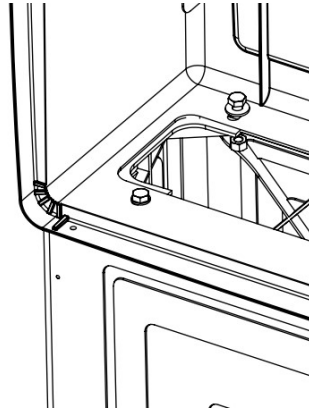

Рис. 2 – Кріплення шафи до стійки монтажної (основи шафи)
- c) Поставте шафу пластикову SX600+ на стійку монтажну (основу шафи) РТХ600 та прикрутіть її болтами та гайками, як показано на рис. 2.